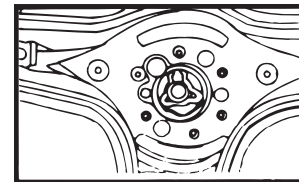

FIG. 3
3. Enlever le frein d'écrou du volant (voir figure 3).